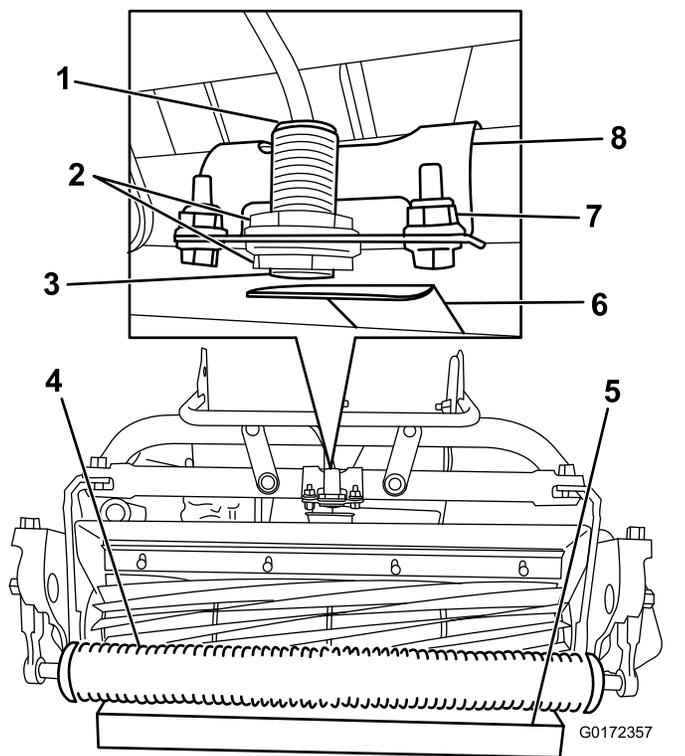

图 17
- 松开传感器上的锁紧螺母并调节传感器，确保看到一条螺纹越过下部锁紧螺母（图 17）。
- 将 3.8cm 的挡块放在前滚刀组滚筒下面（图 17）。
- 松开将传感器支架固定到机架的紧固件（图 17）。
- 向靶板方向旋转传感器支架，直至传感器顶部的指示灯亮起（图17）。如果指示灯已经亮起，把传感器支架旋离靶板，直至它熄灭，然后反方向旋转，直至指示灯再次亮起。